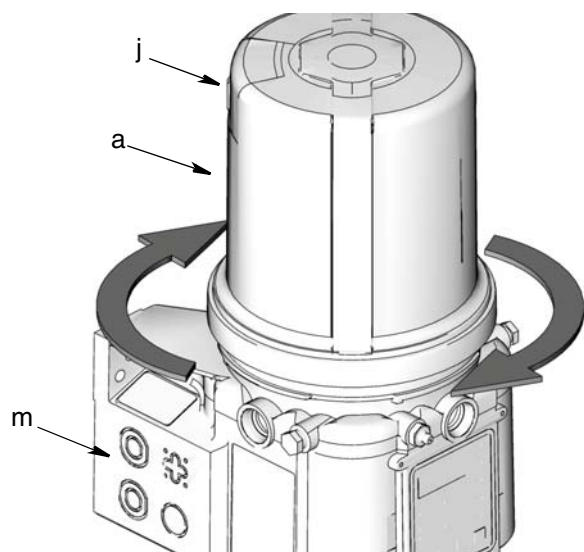

FIG. 17
2. Installare il serbatoio (a) con lo sfiato (j) rivolto verso la parte posteriore sinistra (m) della base del G3. Vedere FIG. 17 per l'orientamento corretto di queste parti per assicurare un'installazione corretta.